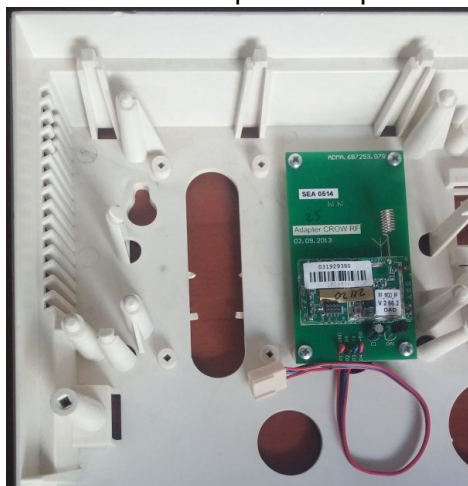

Рисунок 27. Адаптер «Crow – Лунь-11» в корпусе прибора
- «Адаптер CROW-Лунь-11» – установить в корпус прибора – рисунок 27;